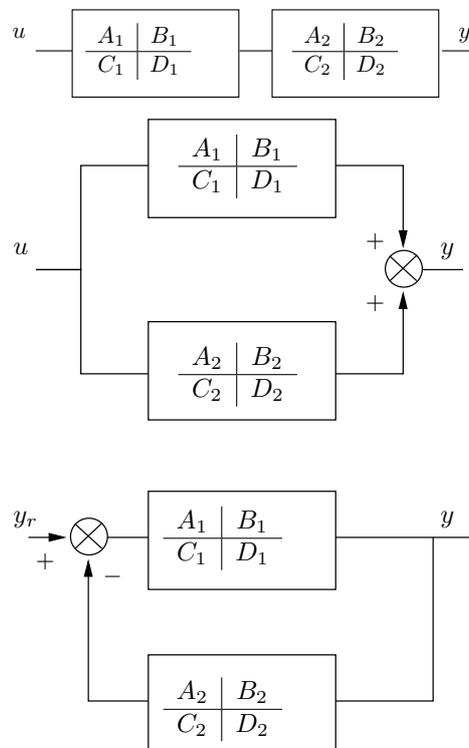

FIGURE 10 – Combinaison de sous-blocs dans le formalisme d'état
2. Calculer la représentation d'état équivalente aux trois schémas de la figure 10.